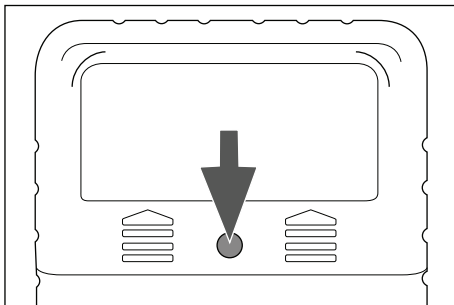

Fig. 1
- 1) desfaceți șurubul superior de pe partea din spate a aparatului cu ajutorul unei șurubelnițe (a se vedea fig. 1). Scoateți capacul compartimentului pentru baterii prin glisarea acestuia în sus.